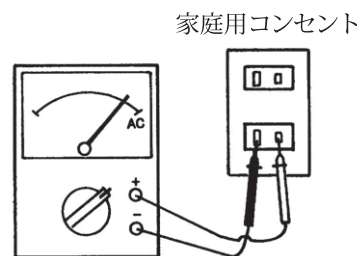

図 5-5
- ①レンジスイッチを適切なACVレンジに切換えます。
- ②交流電圧なので、電源の極性に関係なく測定できますが、高電位側に赤色テストリードを、低電位側に黒色テストリードを接続(並列接続)するよう心がけてください。〔図5-5〕
- ③AC目盛上の指示値に一定の倍率を乗じて読みます。